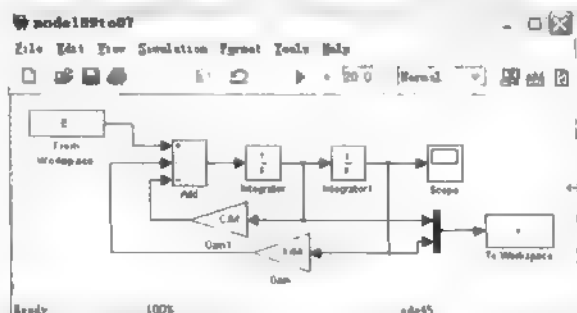

图 9-13 动力学系统 Simulink 模型
- (1) 建立楼房结构动力学方程: $M\ddot{x}(t) + C\dot{x}(t) + Kx(t) = f(t)$ 。
- (2) 变换动力学方程: $\ddot{x} = \frac{f(t)}{M} - \frac{C}{M}\dot{x} - \frac{K}{M}x$ 。
(3) 构造 Simulink 模型。建立 Simulink 模型如图 9.13 所示, 保存文件名为 model09to07.mdl。然后设置模块